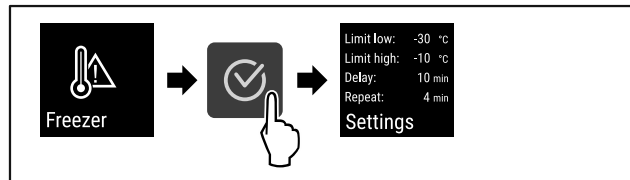

Fig. 102
- ▶ Провести етапи операцій (див. Fig. 102).